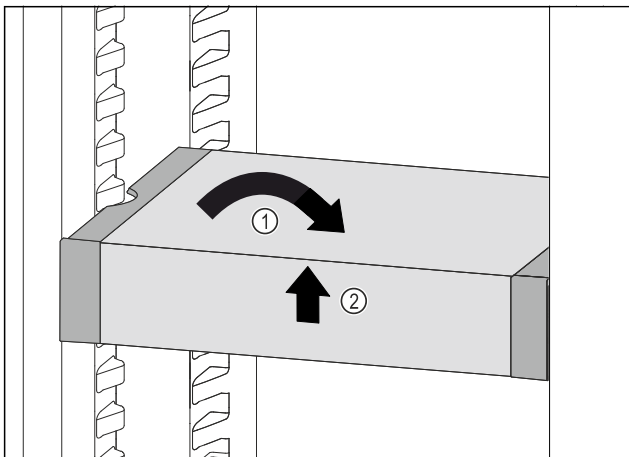

Fig. 108
- ▶ VarioSafe gerade stellen. Fig. 108 (1)
- ▶ VarioSafe vorne anheben. Fig. 108 (2)